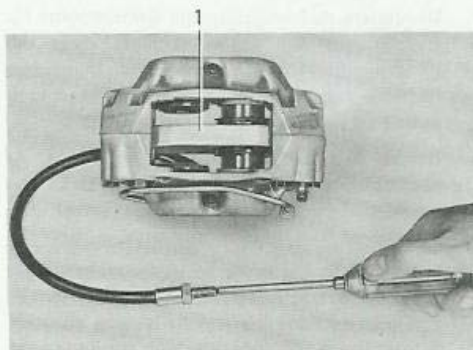

Bild 22. Demontering av kolvar
2. Ta bort låsringarna för gummikåporna (sen.utf.). Placera en träskiva, vars utförande framgår av bild 3, mellan kolvarna och tryck ut dessa mot skivan med hjälp av tryckluft, se bild 22. Kolvarna kan därefter lätt demonteras. Kräng av gummikåporna.